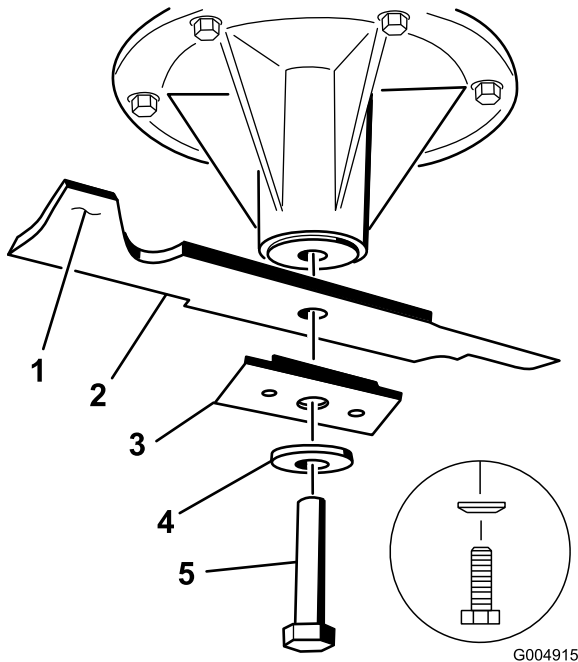

Bild 52
2. Entfernen Sie die Messerschraube, Wellenscheibe, Messerverstärkung und das Messer von der Spindelwelle (Bild 52).
werden. Feilen Sie, wenn das Schnittmesser nicht ausgewuchtet ist, vom Flügelbereich des Messers etwas Metall ab (Bild 52). Wiederholen Sie diesen Vorgang, bis das Messer ausgewuchtet ist.
Wichtig: Der Windflügel des Schnittmessers muss nach oben zeigen, um einen guten Schnitt sicherzustellen (Bild 52).
1. Bringen Sie das Schnittmesser, die Verstärkung, die Wellenscheibe und die Messerschraube an der Spindel an (Bild 52).